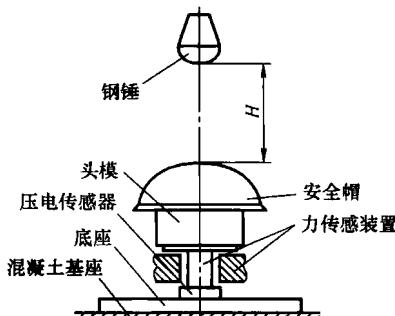

图 1-2 安全帽的冲击性能试验
1) 冲击性能试验。冲击性能试验的设备如图 1-2 所示。其中基座用不小于 500kg 的混凝土座构成。将头模、力传感装置、压电传感器、底座垂直安放在基座上。把安全帽的帽衬调整至适当位置后，戴在头模上。钢锤从 1m（锤的底部到安全帽顶部的距离，即图中 H）的高度自由下落，冲击安全帽。钢锤的重心运动轨迹应与头模中心线、传感器敏感轴线重合。